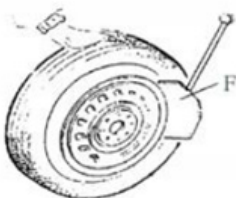

Fig 5
Dégonflage du talon du pneu : Assurez-vous que le pneu est complètement dégonflé. Placez le pneu contre le tampon en caoutchouc (S). Positionnez la lame (F) contre le talon, à environ 10 mm du bord de la jante, comme indiqué sur la Fig. 5. Appuyez sur la pédale de la détalonneuse (U) pour enfoncer la lame dans le pneu. Répétez cette opération à différents endroits autour du pneu et des deux côtés jusqu'à ce que le talon soit complètement libéré.